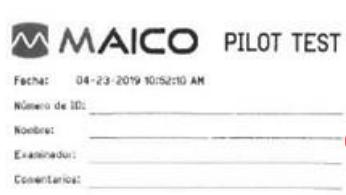

Imagen 12
- 1 El encabezado muestra la fecha y la hora de la prueba (horario al momento de la impresión), así como el logotipo y el nombre del dispositivo (Imagen 12, 1).